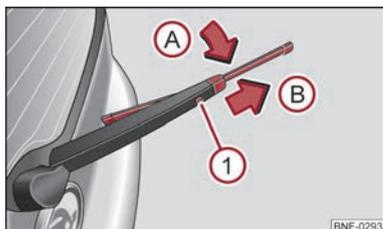

Fig. 31 Spazzole tergicristallo per lunotto
- Sollevare il braccio portaspazzola dal lunotto e inclinare leggermente la spazzola in direzione del braccio portaspazzola, freccia **A** ⇒ fig. 31.